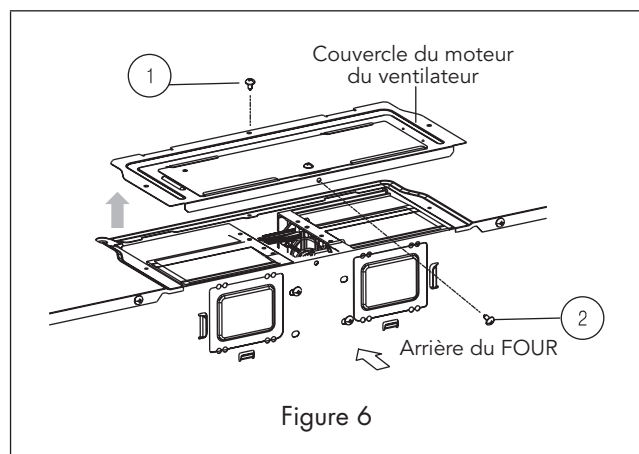

Figure 6
- Retirez les vis (1) et (2) pour ouvrir le couvercle du moteur du ventilateur et conservez ces vis. Retirez le couvercle. Voir la Figure 6.